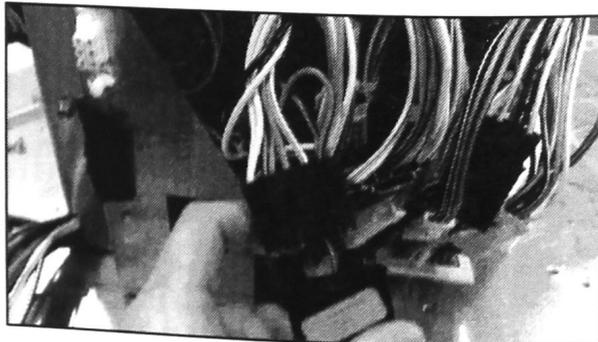

FIGURE 6
8. Débrancher la prise des connecteurs de porte illustrée en Figure 6. Le faisceau de câblage sera connecté aux deux connecteurs de porte.